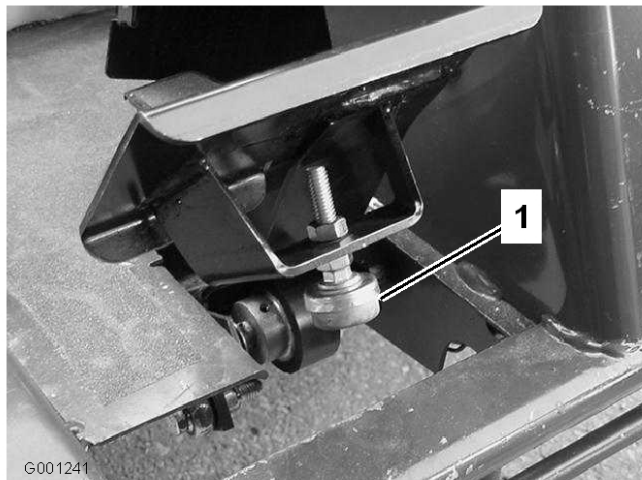

Figura 65
- Verifique o ajuste do pedal de tracção. O batente do pedal (Figura 65) deve tocar